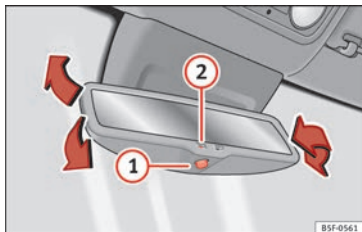

Fig. 19 Retrovisor interior con ajuste automático* para posición antideslumbrante.
• Activar el antideslumbrante automático: pulse el botón **1** » **fig. 19**. Se ilumina el